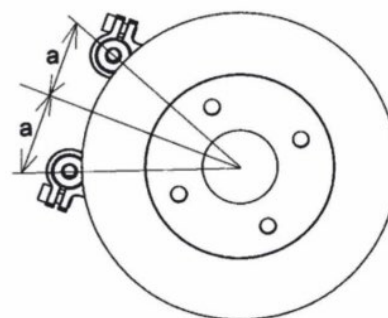

Рисунок 18
7.3.5 После позиционирования направляющей прямо по центру переходника, затяните болты М10 крепежного адаптера (см. рис. 18).
7.4.4 После позиционирования направляющей прямо по центру переходника, затяните болты М10 крепежного адаптера (см. рис. 18).